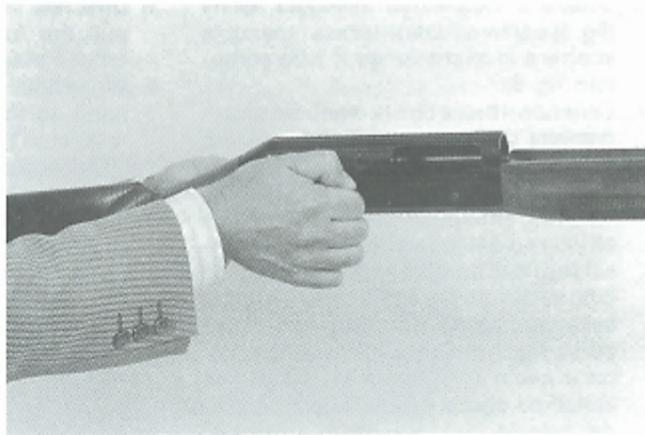

Fig. 3
- 2) Prendere con la mano sinistra il gruppo calcio-carcassa-fodero-otturatore e con la mano destra, agendo sulla manetta, portare l'otturatore in posizione di apertura fino ad agganciamento avvenuto (fig. 3).
- 2) While holding with your left hand the stock-receiver-cover-bolt unit, pull the bolt lever all the way back until the bolt is locked open (fig. 3).
- 2) Saisir de la main gauche le groupe crosse-carcasse inférieure et supérieure-obturateur-levier d'armement et de la main droite, en agissant sur la manette, amener l'obturateur dans sa position d'ouverture jusqu'à ce qu'il s'accroche (fig. 3).